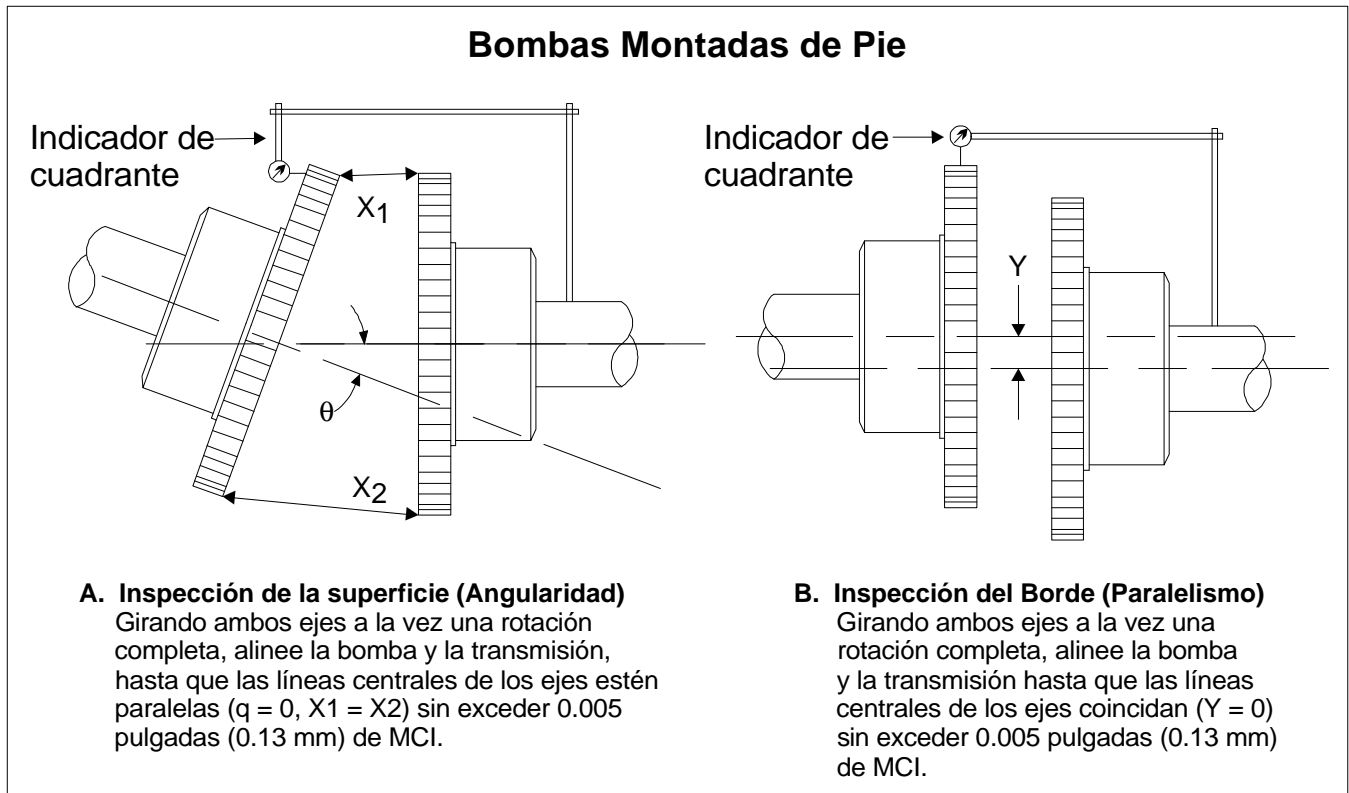
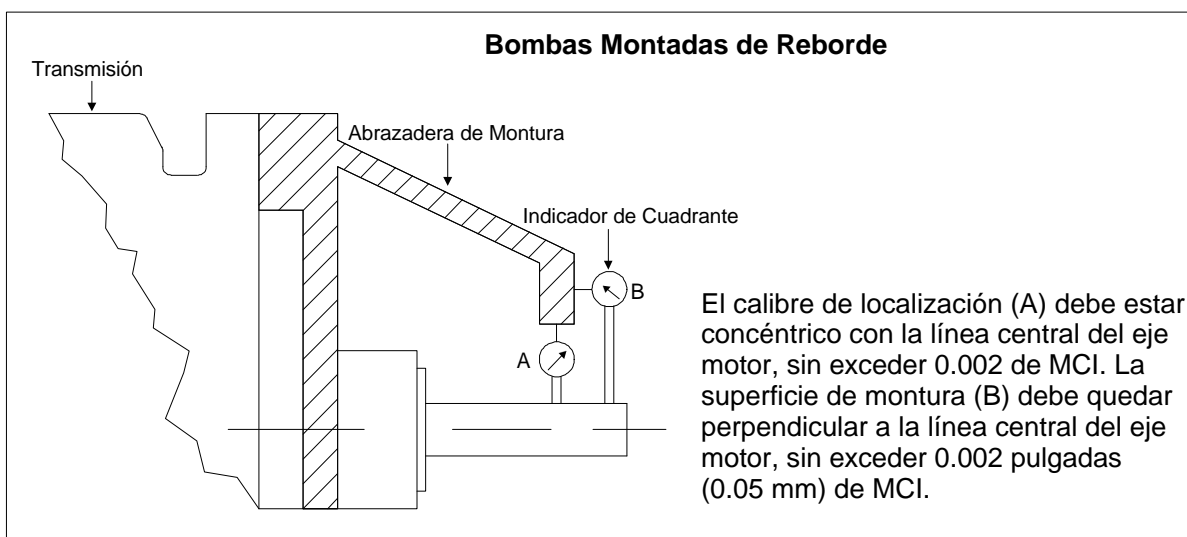

Figura 4 – Alineamiento del Manguito y el Cubo
Figura 6 – Alineamiento de Bombas Montadas en Reborde
- Ejecute el alineamiento de los ejes de la bomba y la transmisión con indicadores de cuadrante. El alineamiento aceptable se ha alcanzado cuando el MCI (Movimiento Completo del Indicador) es de menos de o igual a 0.005 pulgada (0.13 mm) para las lecturas de faz (angularidad) y del borde (paralelismo) en o cerca del diámetro exterior del manguito, mientras giren ambos ejes juntos una vuelta completa (360°). Vea la Figura 4.
Cuando se montan una bomba y una transmisión en reborde a una abrazadera, **NO** presume que la abrazadera automáticamente alinea los ejes a los requisitos anteriores. Las abrazaderas tienen que diseñarse para obtener y mantener el alineamiento requerido, así como para sostener el peso de la bomba más cualquier fuerza (pequeña) residual de la tubería sin distorsionar. Si es posible, el diseño de la abrazadera debe incluir suficiente espacio para inspeccionar el alineamiento del eje con indicadores de cuadrante con tanto la bomba como el motor montados en la abrazadera. Vea la Figura 4. Si no es esto posible, alinee la abrazadera al eje motor (vea la Figura 6), entonces fije la bomba a la abrazadera (la bomba debe ajustarse sin juego al hueco de montar a la abrazadera).